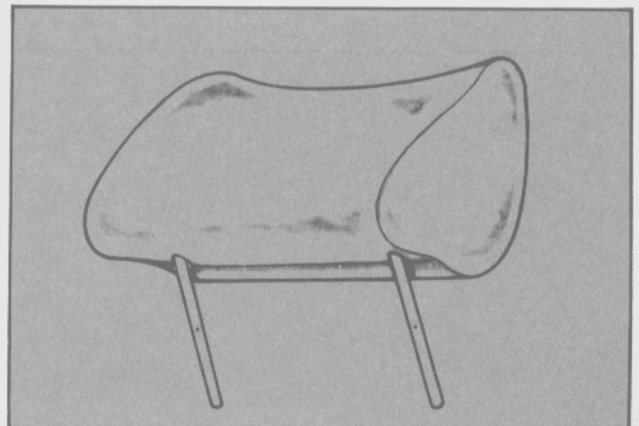

Fig. 37 - Apoyacabezas conjunto.
- Retirar el mecanismo de traba de su alojamiento (Fig. 37).